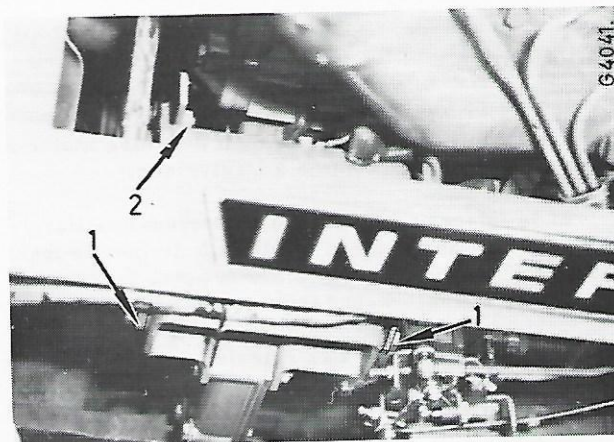

Fig. 61
Pour régler la tension de la courroie, basculez la génératrice après avoir desserré ses boulons de montage (1, fig. 61) et de réglage (2). Resserrer bien les boulons.